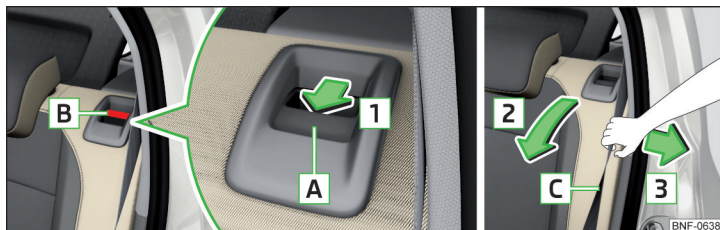

Fig. 54 Fremklapning af ryglæn / Sådan trækkes selen mod sidebeklædningen.
- Tryk udløsergrebet **A** i pilens retning **1**, og klap ryglænet i pilens retning **2** » Fig. 54.
- Træk sikkerhedsselen **C** mod sidebeklædningen i pilens retning **3** » Fig. 54.